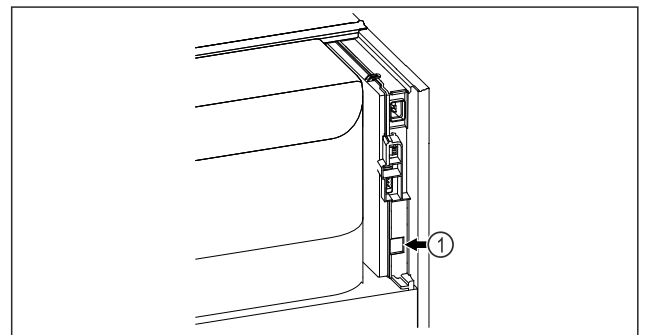

Fig. 85
- SmartModule Fig. 85 (1) este instalat.